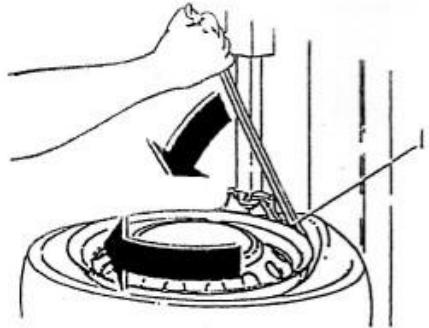
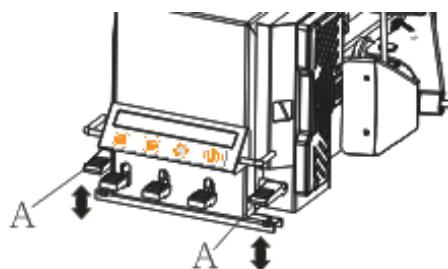

Fig. 17
Fig. 19
- Plaats de bandenlichter tussen de band en het voorste deel van de montagekop plaats nu de rand van de band over de montagekop (fig. 17).
- Met de bandenlichter in deze positie (fig. 17), laat u het draaiplateau met de klok mee draaien door pedaal A(fig. 19) in te drukken, houdt de pedaal ingedrukt tot de band volledig los is gekomen van de velg.
- Houdt de band met uw handen omhoog gedrukt in de velg, druk op pedaal A (fig. 19) om het draaiplateau met de klok mee te laten draaien. Ga hiermee door tot de band volledig in de velg zit (fig.22A).